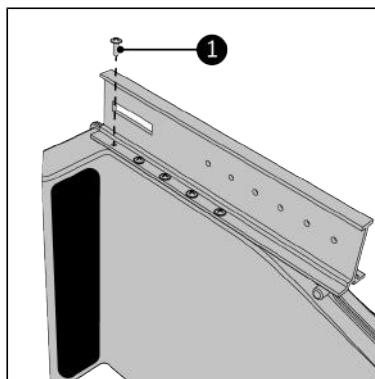

Figure 165.
6. Vissez le rail principal sur le Way-out au moyen des dix vis de 3,5 x 10 mm (Figure 165, pos. 1). Assurez-vous que tous les trous de vis correspondent.